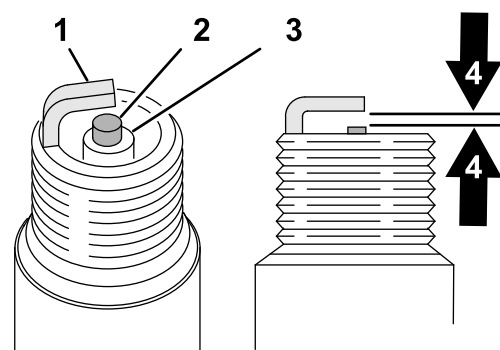

Figura 154
1. Uitați-vă la centrul ambelor bujii (Figura 154). Dacă izolatorul este maro deschis sau gri, motorul funcționează corect. Existența unui strat negru pe izolator semnifică de obicei faptul că filtrul de aer este murdar.